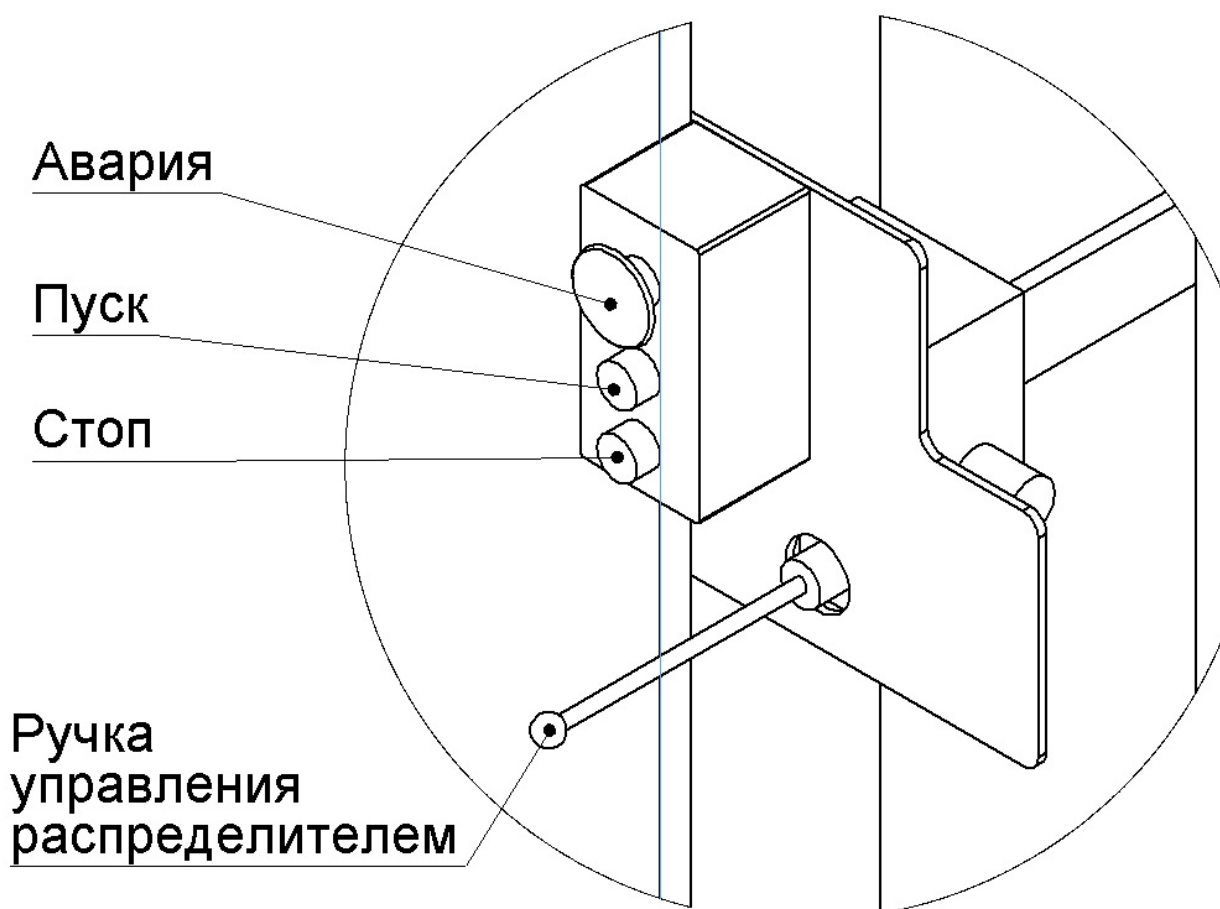

Рис.17. Панель управления
3.3.2. Нажатием кнопки “пуск” включается электродвигатель гидростанции. (См. рис. 17)
3.3.7. Нажатием кнопки “стоп” выключить электродвигатель гидростанции. (См. рис. 17).